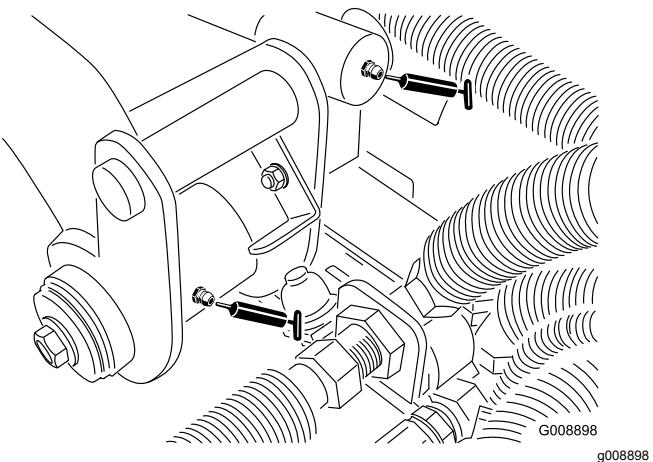

Figura 35
- 2 articulações do braço de elevação traseiro e cilindro de elevação (Figura 35)